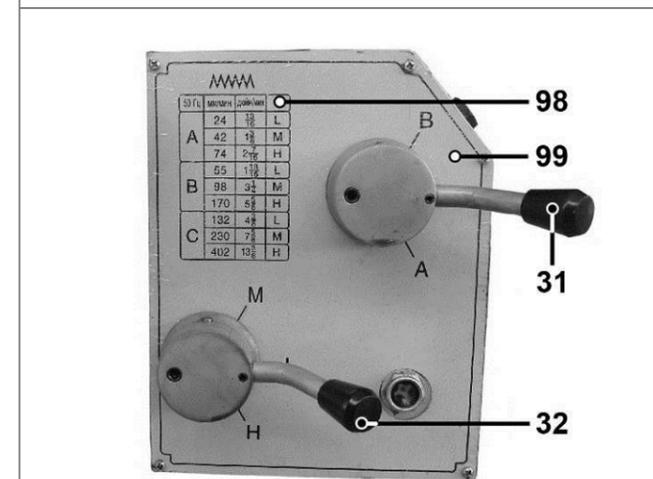

Рис. 32
10.4.3. Выберите и установите необходимую скорость подачи при помощи ручек установки скоростей подачи стола (31, 32) и таблице скоростей подачи (98) на лицевой панели щитка переключателей (99) (Рис. 32).